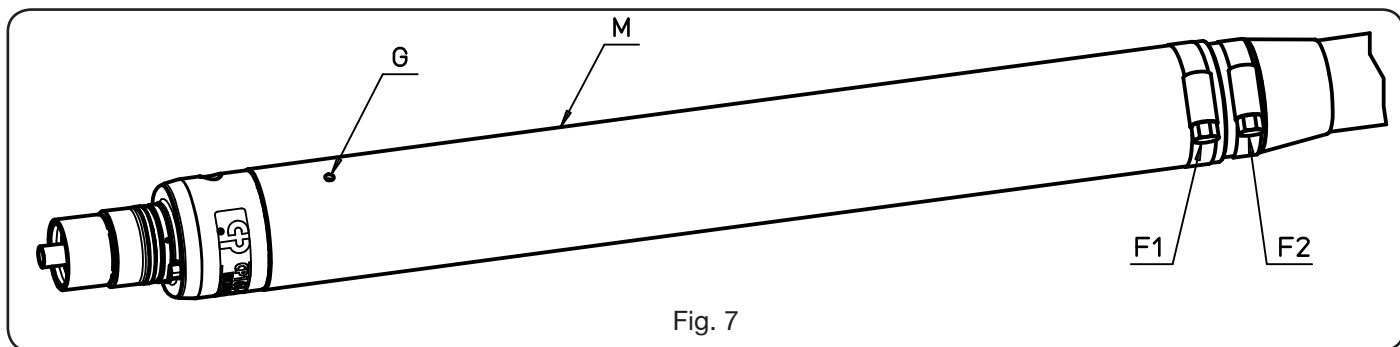

Fig. 7
- Démonter le collier **F1** - Fig.7 et retirer la manche vers l'arrière ;
- Démontez le collier **F1** - Fig.7 et retirez la manche vers l'arrière.